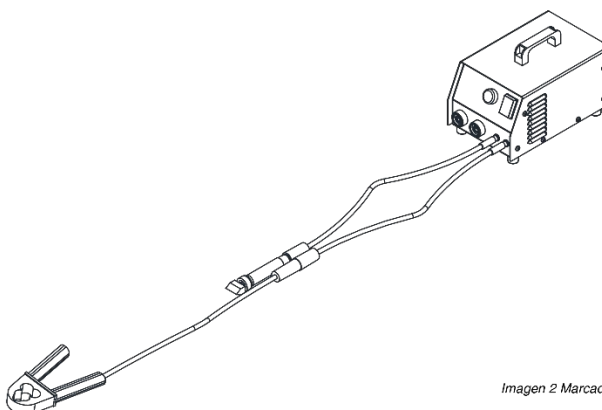

Imagen 2 Marcado
- Conectar los cables de masa y de pincel a los conectores dispuestos en el frontal de la máquina según si es una tarea de limpieza (imagen 1) o de marcado (imagen 2).
- Roscar sobre el mango, un pincel de carbono de limpieza (imagen 1) o un grafito de marcado (imagen 2). Sobre el grafito de marcado, colocar un fieltro sujetado con una goma de fijación.